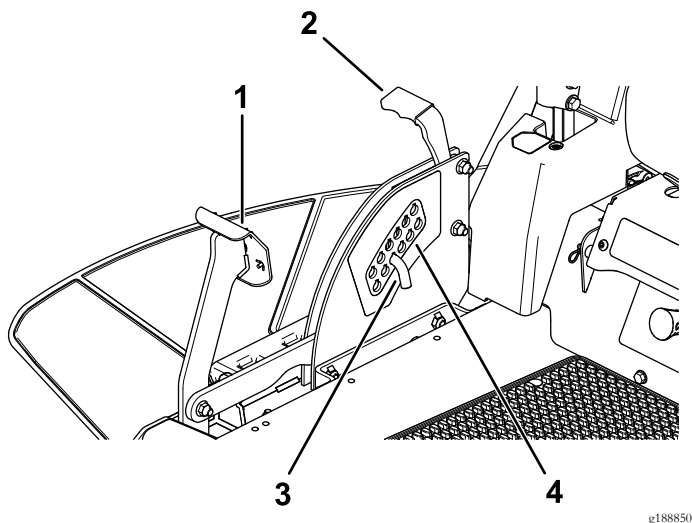

Figura 28
1. Premete il pedale di sollevamento del piatto di taglio e sollevate il piatto in posizione di blocco per il trasporto (oltre la posizione dell'altezza di taglio di 114 mm); come illustrato nella Figura 28.
2. Per regolare, spostate il perno dalla staffa dell'altezza di taglio (Figura 28).
3. Nel sistema di selezione dell'altezza di taglio scegliete un foro corrispondente all'altezza desiderata e inserite il perno (Figura 28).